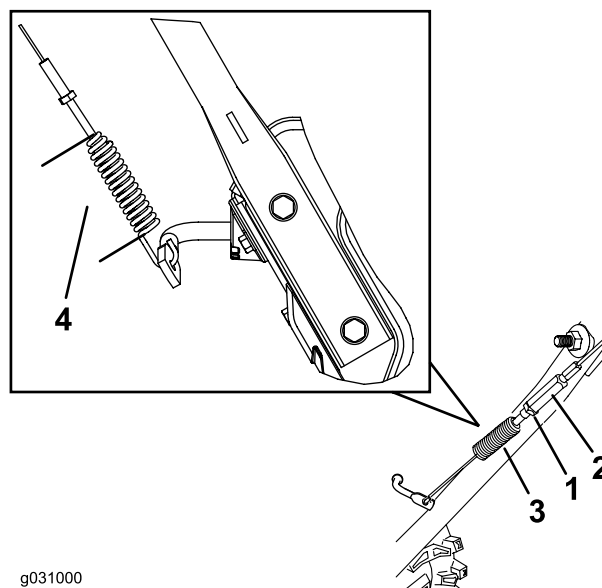

Figura 40
3. Allentate o serrate il tornichetto che regola la tensione della molla a 7 cm (Figura 40).
4. Serrate il controdado (Figura 40), assicurandovi che vi sia una leggera tensione del cavo.